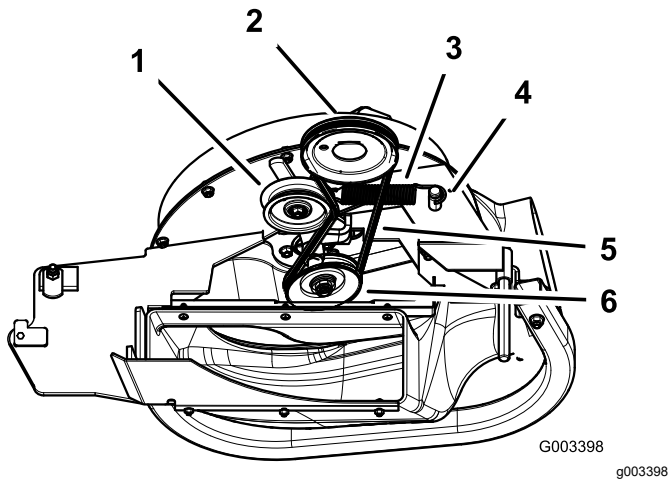

Figura 13
1. En máquinas con carcasa de 152 cm y 183 cm, instale la correa alrededor de la polea del soplador (Figura 13).